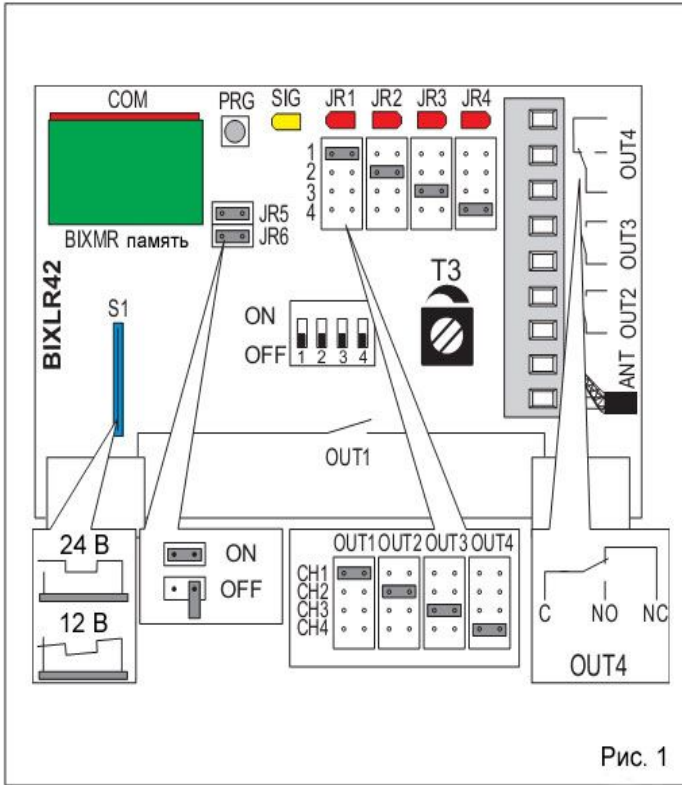

Рис. 1
2. ПРИЕМНИК (РИС. 1)
3. ВЫБОР КАНАЛОВ-ВЫХОДОВ (РИС. 1)